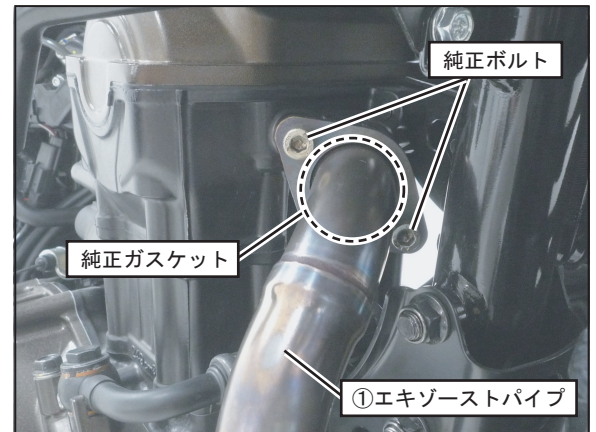

FIG. 2
4. エンジンの排気ポート部に取り付けられているガスケットを新品に交換し、①エキゾーストパイプを純正ボルトを使用して車両に仮締めして下さい。(FIG. 2 参照)